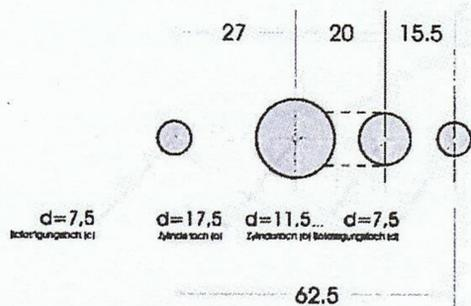
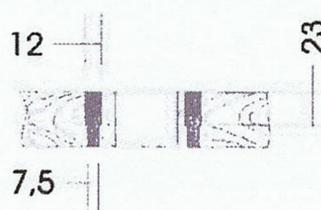

Bild 1: Durchgangsbohrungen ZPV/SLIM T30
Bild 2: Bohrung für Gewindegänge
1. ZPV/SLIM T30 aus der Hülle nehmen, auf das Türblatt anlegen und Ausnehmungen für den Profilzylinder und die Sicherheitsrosette mittels Bohrschablone anzeichnen. Zylinderloch (a) mit Bohrer \varnothing 17,5 mm und Zylinderloch (b) mit Bohrer \varnothing 11,5mm bohren. Mittels Fräser \varnothing 11,5mm Steg entfernen (siehe Bild 1). Befestigungsloch (c) und (d) mit Bohrer \varnothing 7,5mm bohren. Von der Außenseite Befestigungsloch (c) und (d) mit Bohrer \varnothing 12 mm auf einer Länge von 23 mm für die Gewindegänge der Sicherheitsrosette aufbohren. (siehe Bild 2)